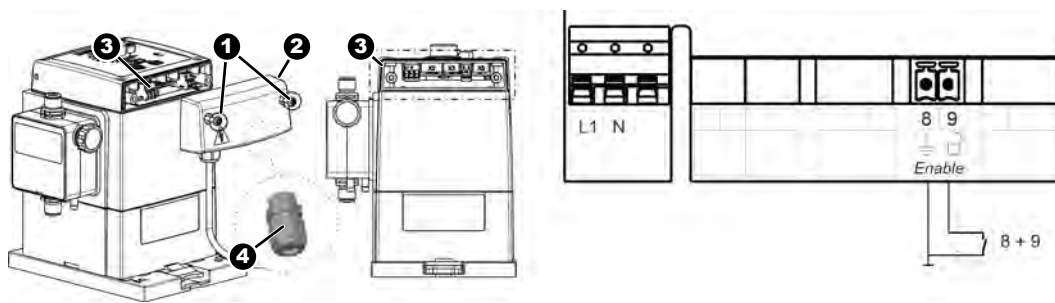

Abb. 8: Elektrische Installation „EcoPro“
1. ▶ Beide Gehäuseschrauben (Abb. 8 , 1) lösen.
2. ▶ Klemmraumdeckel (2) abnehmen.
3. ▶ Für den Anschluss des Freigabeeingangs, Kabelverschraubung (4) aus dem Beipack der Pumpe montieren.